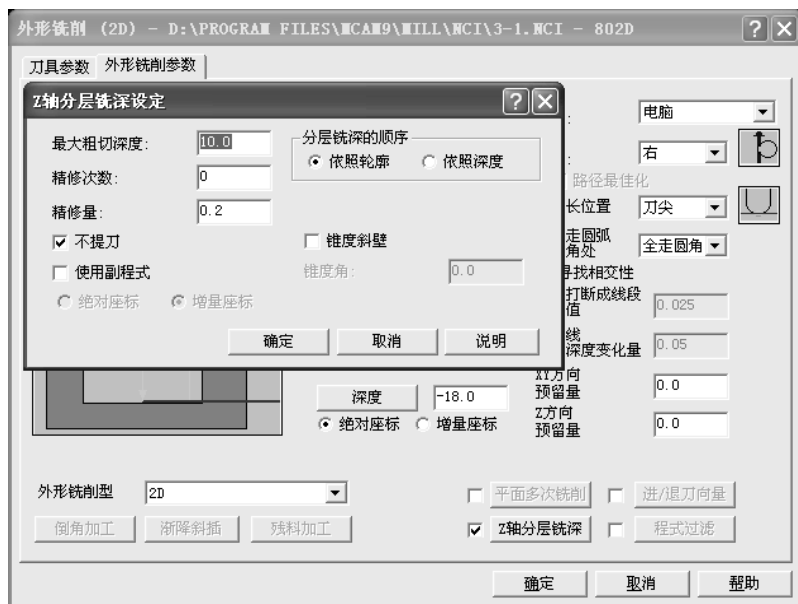

图 3-18 外形铣削参数
6) 新建群组“精铣 D12”，复制步骤 1)，在“刀具参数”选项卡中将进给率从 800.0 改为 400.0，下刀速率从 400.0 改为 200.0，其余参数同步骤 1)；在“外形铣削参数”选项卡中设定 XY 方向预留量：0.0，Z 方向预留量：0.0；在“Z 轴分层铣深设定”对话框里设定最大粗切深度：10.0，勾选“不提刀”，其余参数均同步骤 1)，如图 3-18 所示。